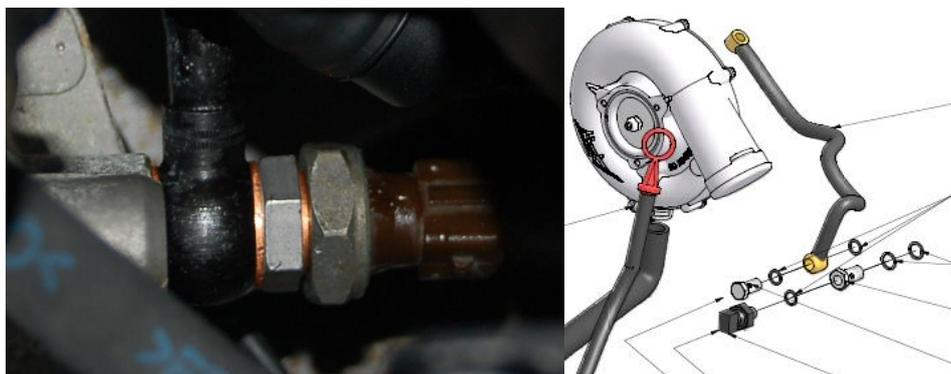

Abbildung 15: NACH dem Umbau mit Abzweig für Kompressor
30. Hohlsschraubenadapter (P341-53-40), Öldrucksensor mit den beiliegenden Dichtringen und die Versorgung der Vanos-Einheiten in das Ölfiltergehäuse in hintere Einschrauböffnung montieren (siehe Abbildung 15 links). Dabei das Anzugsmoment von 20Nm beachten.